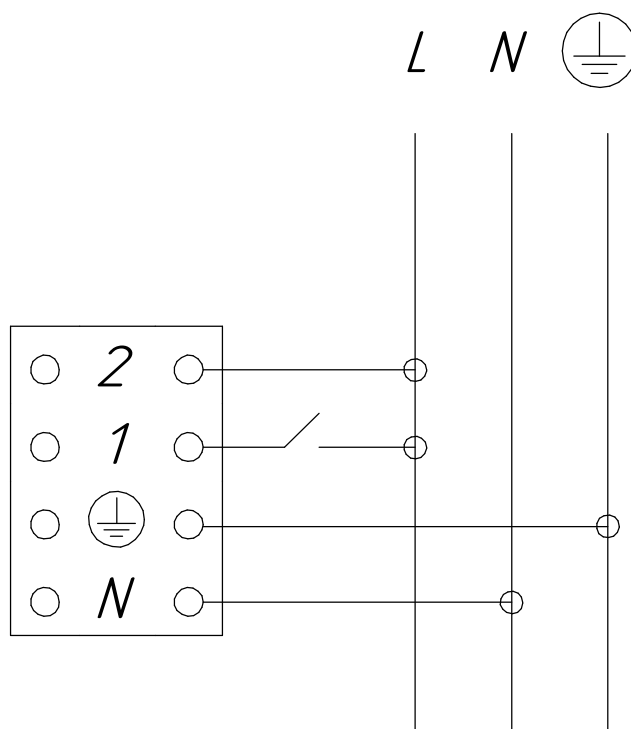

Рисунок 3 - Схема подключения светильников
5.4 Подключение светильника производить согласно схеме (рисунок 3). Подключите фазовый провод некоммутированной сети освещения (т.е. между фидером и светильником не должно быть никаких выключателей, кроме автоматов защиты) к клемме 2, а фазовый провод коммутированной сети к клемме 1.